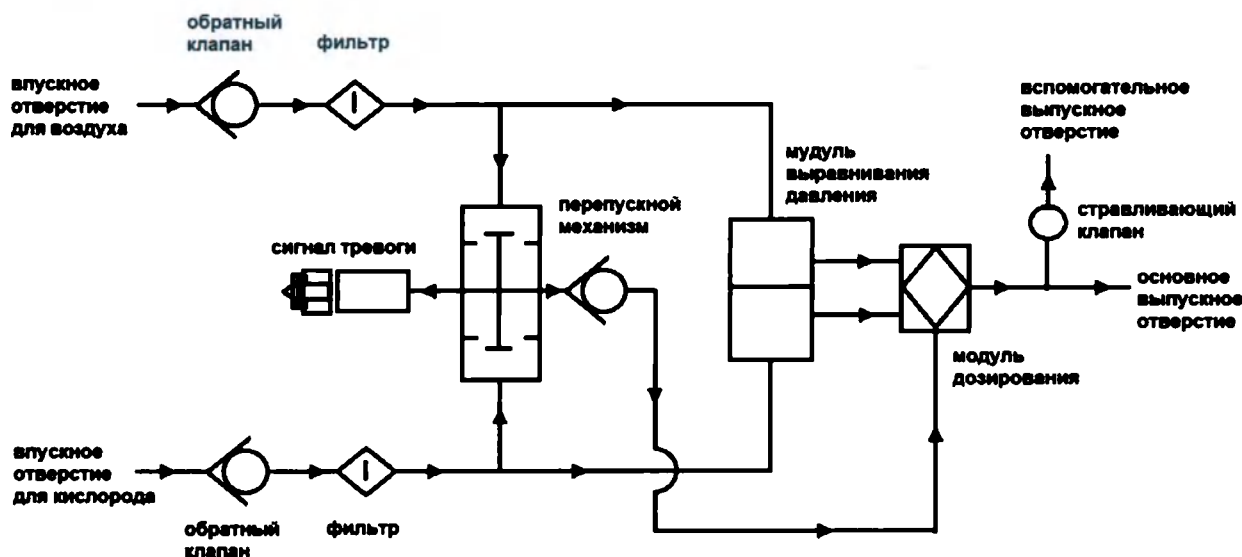

Рисунок 4. Индикация пути потока
1. Как показано на рис. 4, медицинский кислород и воздух поступают в модуль выравнивания давления через впускные отверстия, каждый из которых содержит фильтр и обратные клапаны. В модуле выравнивания давления давление обоих газа корректируются и выравниваются. Затем газы поступают в модуль дозирования и смешиваются в соответствии с выбранным процентным содержанием кислорода.